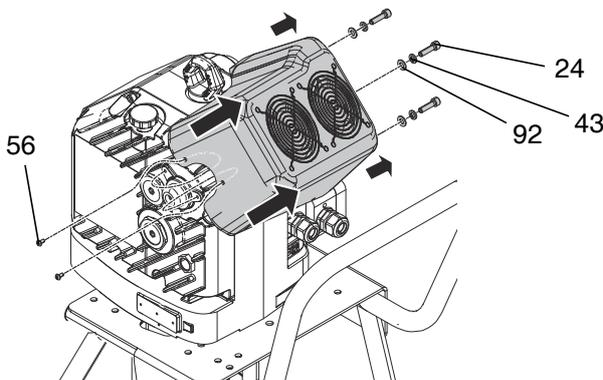

FIG. 14: Rimozione del gruppo della ventola
3. Installare il nuovo gruppo della ventola. Per ricollegare il gruppo della ventola, far scorrere il coperchio nelle fessure per linguette collocate sul lato della scatola di giunzione e premere delicatamente verso il basso fino in fondo (vedere FIG. 14 a pagina 16).